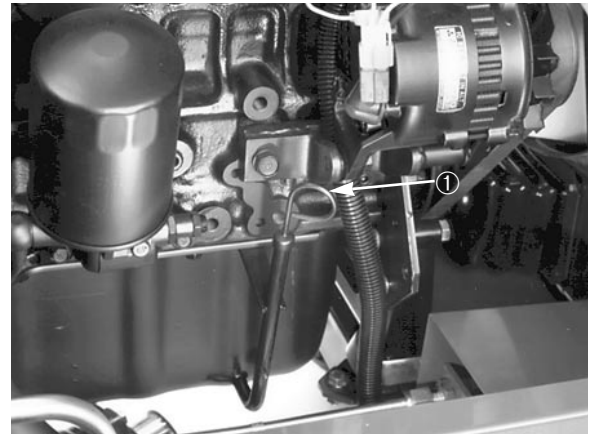

Bild 2
3. Den Ölmeßstab entfernen und sauber wischen, dann wieder in das Ölfüllrohr einführen und herausziehen; der Ölstand muß die FULL [VOLL]-Markierung erreichen (Bild 2).